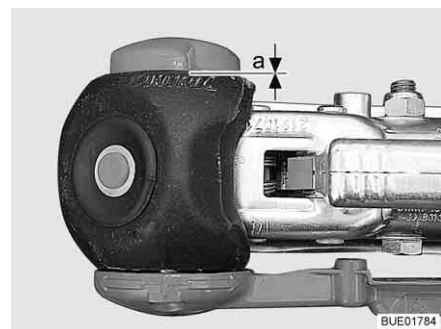

Bild 198 Verschleißkontrolle
- Abstand $a = 0$ (Bild 198): Reibbeläge kontrollieren und ggf. austauschen.